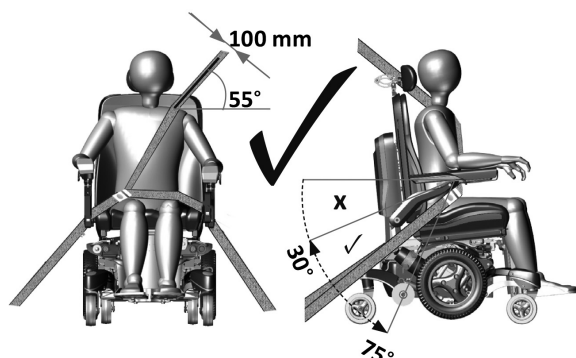
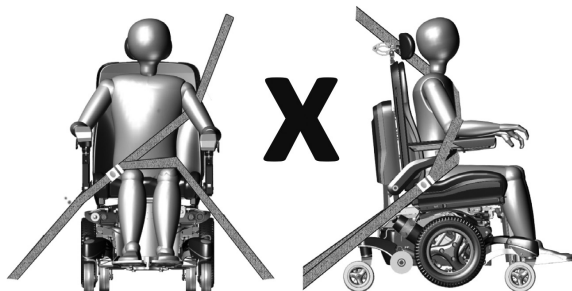

Figure 5.5 Positionnement correct du système de retenue à trois points
Figure 5.6 Positionnement incorrect du système de retenue à trois points
- Le dispositif de retenue doit être fixé au pilier approprié du véhicule et il convient de veiller à ce qu'aucun composant du fauteuil roulant (comme les accoudoirs ou les roues) n'entrave le contact entre la sangle et le corps de l'utilisateur (Figure 5.6)
- La ceinture pelvienne doit être portée basse, sur l'avant du bassin de sorte que l'angle de la ceinture du bassin se trouve compris entre 30 et 75 ° par rapport à l'horizontal (Figure 5.5)
- La ceinture thoracique doit passer par-dessus l'épaule et en travers de la poitrine, comme illustré (Figure 5.5). Ne passez pas la ceinture comme illustré à la Figure 5.6